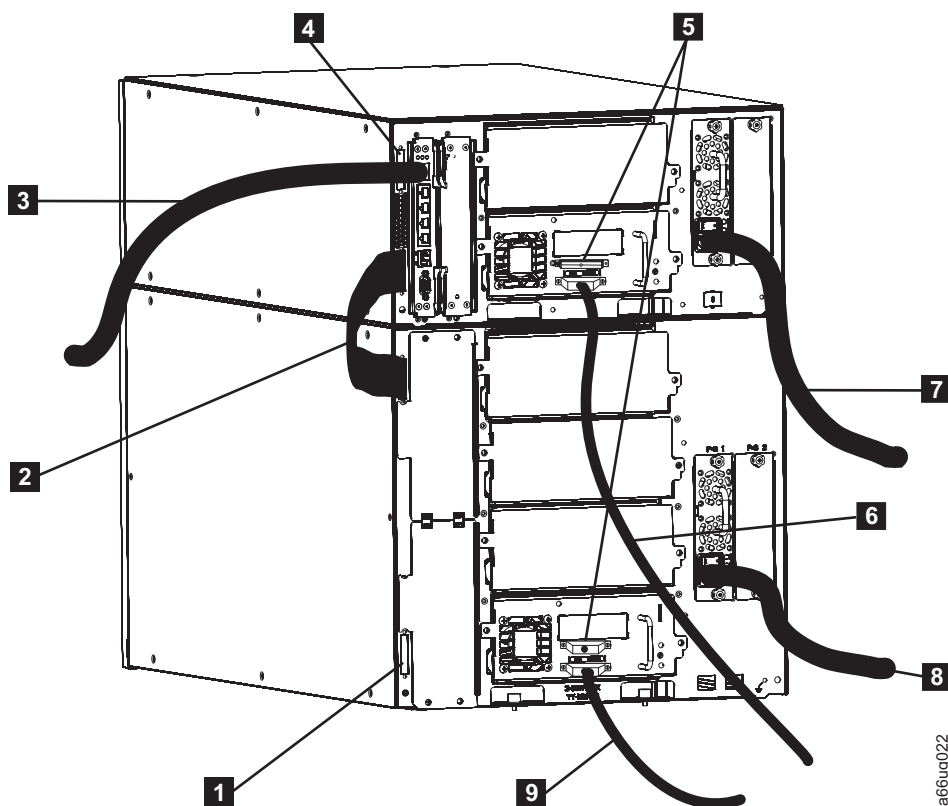

Рисунок 3-18. Подключение библиотеки 14U с накопителями SCSI
1. Подключите терминатор соединения модулей к верхнему разъему верхнего модуля библиотеки (**4** на рис. 3-18).
2. Подключите один конец кабеля для соединения модуль-модуль (**2** на рис. 3-18 на стр. 3-20) к нижнему разъему верхнего модуля библиотеки, а другой конец - к верхнему разъему нижнего модуля.
3. Подключите терминатор соединения модулей к нижнему разъему нижнего модуля библиотеки (**1** на рис. 3-18 на стр. 3-20).
4. Подключите один конец кабеля Ethernet (**3** на рис. 3-18 на стр. 3-20) к порту Ethernet платы управления библиотеки, а затем подключите другой конец кабеля к сети.
- Подключите терминаторы SCSI (**5** на рис. 3-18 на стр. 3-20) к верхнему разъему всех накопителей SCSI библиотеки.
- Подключите один конец кабелей SCSI к нижнему разъему всех накопителей SCSI (**6** на рис. 3-18 на стр. 3-20), затем подключите другой конец кабелей к хосту.
6. Вставьте один конец кабеля питания (**7** и **8** на рис. 3-18 на стр. 3-20) в розетку блока питания библиотеки, затем подключите второй конец кабеля к источнику питания. Повторите это действие для всех блоков питания библиотеки.
1. Вставьте терминатор соединения модулей в верхний разъем верхнего модуля библиотеки (**4** на рис. 3-18 на стр. 3-20).
3. Вставьте терминатор соединения модулей в нижний разъем нижнего модуля библиотеки (**1** на рис. 3-18 на стр. 3-20).
- Вставьте терминаторы SCSI (**5** на рис. 3-18 на стр. 3-20) в верхние разъемы всех накопителей SCSI библиотеки.
7. Подключите один конец кабеля питания (**7** и **8** на рис. 3-18 на стр. 3-20) к розетке в блоке питания библиотеки, затем подключите второй конец кабеля к источнику питания. Повторите это действие для всех блоков питания библиотеки.